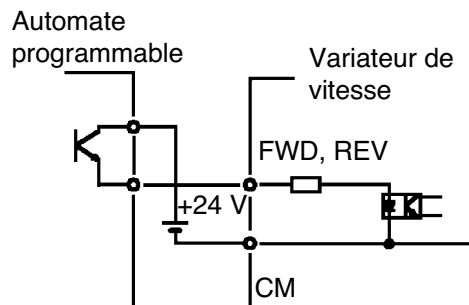

Figure 2-3-11 Connexion avec une alimentation externe
1. Les entrées logiques (ex. FWD, REV, X1 à X9 par exemple) sont généralement activées ou désactivées en branchant ou débranchant un shunt entre ces bornes et la borne P24. Si le potentiel +24 V CC est fourni par une alimentation externe, connecter chacune des bornes comme le montre la Figure 2-3-11.